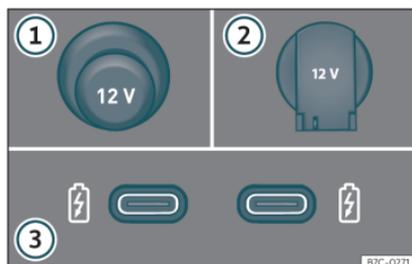

Fig. 127 Prese di corrente da 12 Volt per il veicolo.
Prese elettriche da 12 Volt»» fig. 127:
- Estrarre il coperchio situato sulla console centrale della presa elettrica»» fig. 127 ①.
- Alzare la copertura della presa di corrente »» fig. 127 ②.